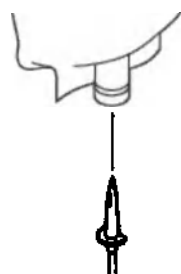

Рисунок 121 — Удаление ирригационного пакета
6. Извлеките иглу ирригационных трубок из порта складного контейнера или пакета для ирригационной жидкости (рисунок 121).